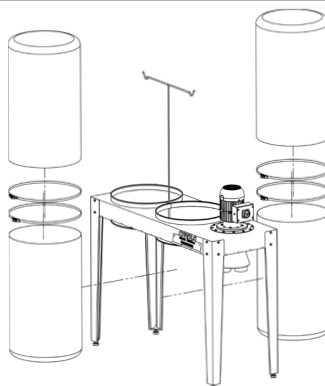

figura 5
5. Passe as cintas por dentro dos sacos coletores de modo que os fixadores fiquem expostos. Pendure os sacos superiores no suporte "T" e fixe nas bocas da estrutura principal. Repita o procedimento de fixação nas bocas da estrutura principal para os sacos inferiores (figura 5):